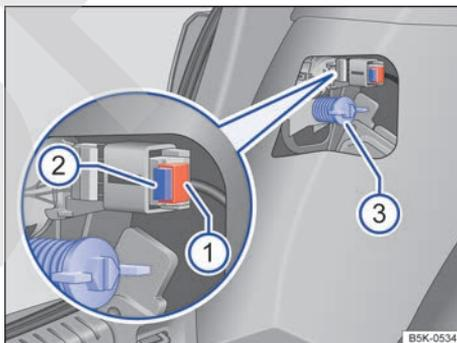

Fig. 191 Lateral del maletero: desmontaje del grupo óptico trasero. ▶
- ① Tenga en cuenta la lista de comprobación y lleve a cabo las operaciones descritas en ella → pág. 231.
- ② Abra el portón del maletero → pág. 88.
- ③ Por la zona del grupo óptico trasero, tire del guarnecido lateral del maletero hacia delante por la abertura.
- ④ Extraiga el seguro → fig. 191 ①. Presione el bloqueo → fig. 191 ② del conector y desacople el conector.
- ⑤ Desenrosque el tornillo de fijación con la mano → fig. 191 ③.
- ⑥ Suelte el grupo óptico trasero de la carrocería hacia atrás, con cuidado.
- ⑦ Retire el grupo óptico trasero y deposítelo sobre una superficie limpia y lisa.
- ① Coloque el grupo óptico trasero en el hueco de la carrocería con cuidado.
- ② Con una mano, sostenga el grupo óptico trasero en la posición de montaje; con la otra, enrosque fijamente el tornillo de fijación → fig. 191 ③.
- ③ Compruebe que el grupo óptico trasero haya quedado montado correctamente y esté bien fijado.
- ④ Acople el conector al portalámparas y encaje el seguro → fig. 191 ①.
- ⑤ Monte el guarnecido lateral del maletero.
- ⑥ Cierre el portón del maletero → pág. 88.